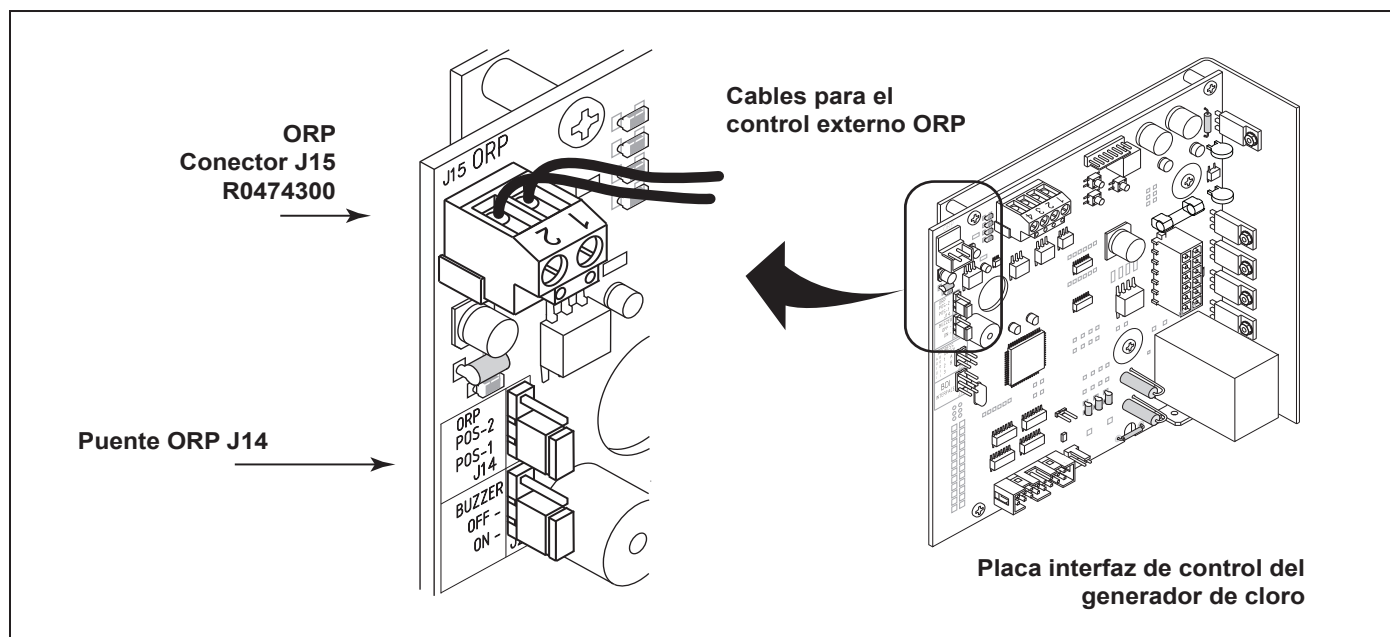

Figura 17. Puente movable ORP J14
Un dispositivo externo como un ORP (potencial reducción oxidación) controlador de suministro de 24 voltios de CA puede usarse para controlar la salida de la cloración. El tablero de control de cloración se puede configurar en el campo para operar en dos (2) modos diferentes. El modo de operación está determinada por la posición de un jumper J14 muebles. Ver la Figura 17 para la ubicación.